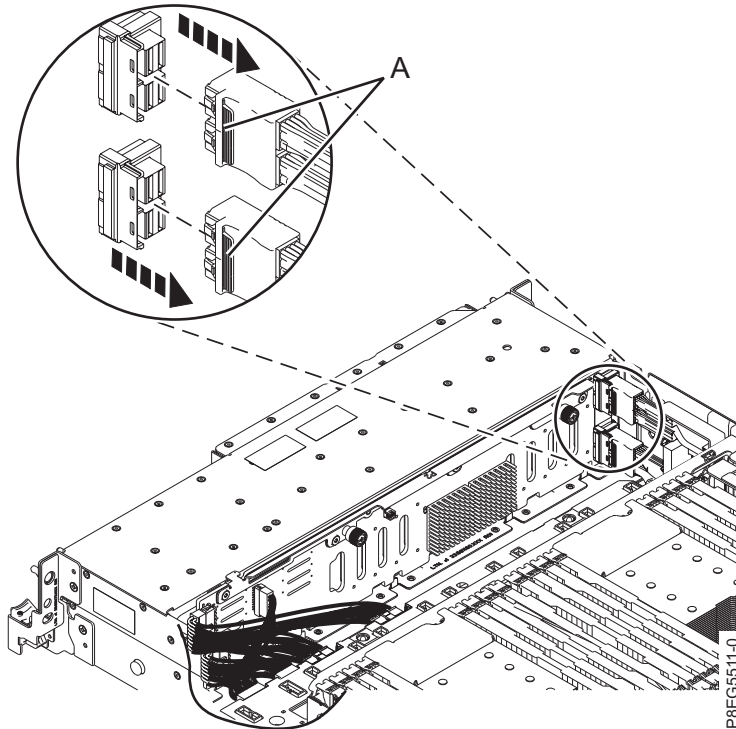

Figure 14. Déconnexion des câbles SAS avant
3. Étiquetez les câbles SAS avant en prêtant attention aux connecteurs auxquels chaque câble est connecté sur le fond de panier d'unité de disque et la carte interne SAS RAID. Déconnectez les câbles SAS avant du fond de panier d'unité de disque en appuyant sur le taquet (A) et en débranchant le câble, comme indiqué dans la figure 14, à la page 17.